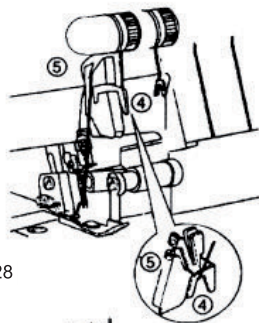

Рис. 28
5. Продолжайте заправлять нитью точки 4-7 (Рис. 28).
**Примечание:** Обязательно протяните нить через нижний путь заправки нитенаправителя в положении «5» (Рис. 28).